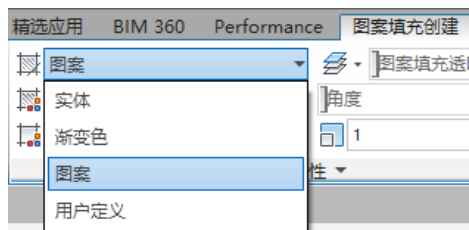

图 4-119 图案填充类型
- ☆ 图案填充类型 ：单击该按钮，在弹出的下拉列表中可以看到，系统共提供了 4 种图案填充类型，即实体、渐变色、图案和用户定义，如图 4-119 所示。